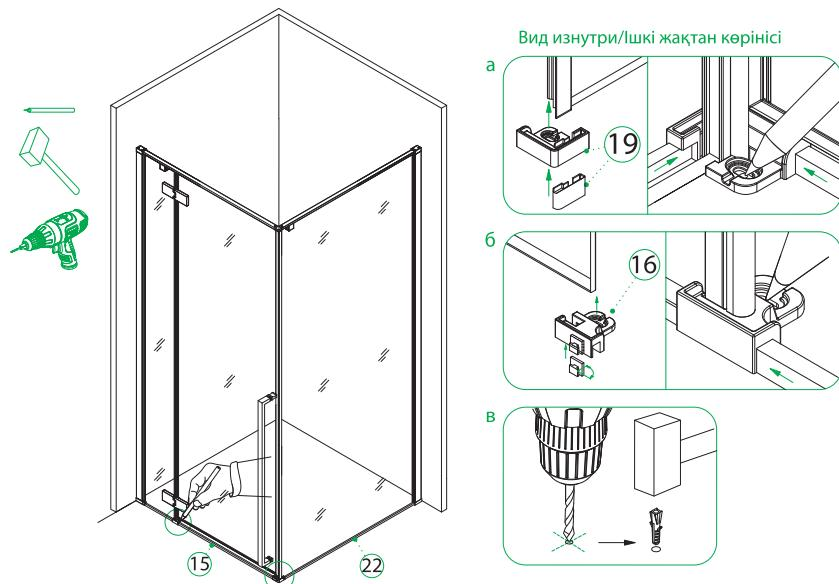

Рис. 14/14-сур.
10. Согласно необходимой ориентации расположения двери установите угловой коннектор нижнего профиля (№19, состоит из двух деталей — основной коннектор и уплотнитель стекла, рис. 14-а) и напольный держатель стекла (№16, состоит из двух деталей — основной коннектор и уплотнитель стекла, рис. 14-б). Установите напольные профили (№15, 22) с двух сторон, их необходимо установить в пазы углового коннектора (№19) и напольного держателя стекла (№16). После чего сделать разметку в напольном покрытии/поддоне/декоративном профиле, разобрать собранную конструкцию и просверлить отверстия ручной дрелью (рис. 14-в).